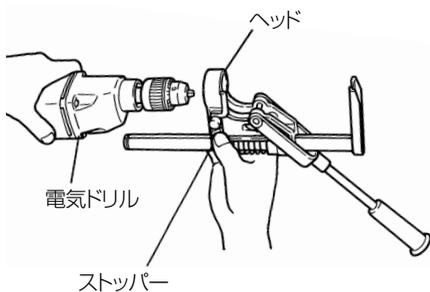

図 4
- (2) 締付けボルトをゆるめ、図 4 のようにストッパー（黄色の部品）を押しながら電気ドリルをヘッド端面に突き当たるまで挿入します。